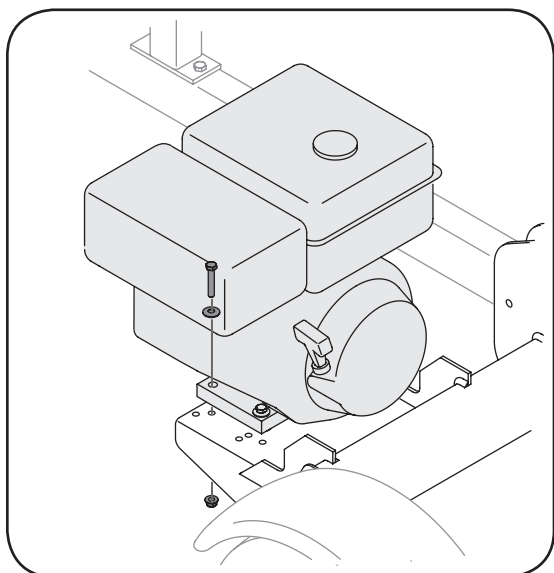

Figura 3-8
3. Asegure el montaje del motor y la bomba con cuatro pernos hexagonales, arandelas de campana y tuercas de seguridad que vienen embaladas junto con el manual del operador. Con una llave de torsión, aprieta a 14 pies-lbs. Vea la Figura 3-8.